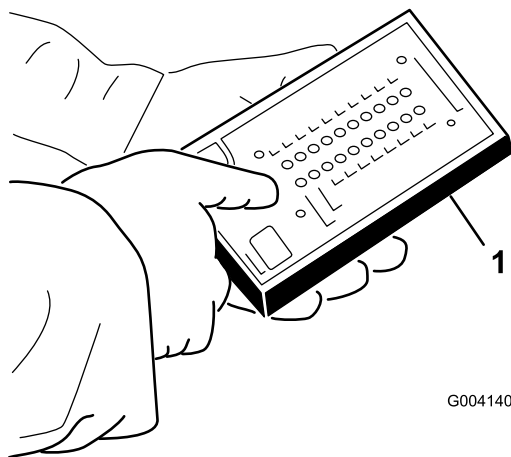

Figura 42
5. Collegate il connettore del display diagnostico ACE al connettore del cablaggio preassemblato (Figura 42).